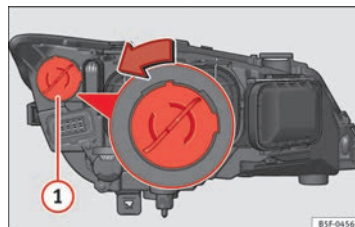

Fig. 186 Lámpara de luz de día.
- Gire el portalámparas ⇒ fig. 186 ① a la izquierda y tire.